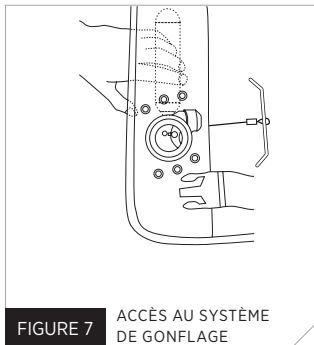

FIGURE 7 ACCÈS AU SYSTÈME DE GONFLAGE
- 1) Placez le gilet face à vous sur une surface plane et épongez l'eau qui s'y trouve. Accédez au système de gonflage en glissant votre main dans la fente à l'intérieur du gilet (Fig. 7) et tirez le bouchon jaune vers vous pour retourner complètement le compartiment et exposer entièrement le système de gonflage. Soutenez la bonbonne de CO2 à travers le tissu avec votre autre main.